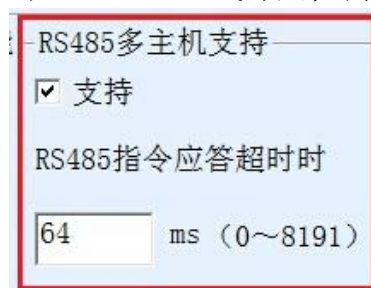
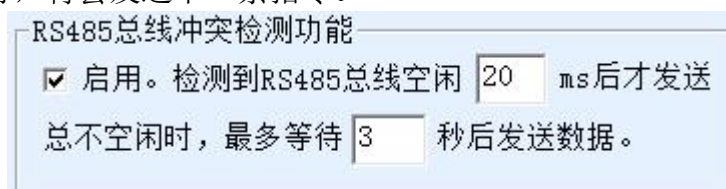

图 31 RS485 多主机支持
图 32 RS485 防冲突空闲时间
1. 图 32 所示为“RS485 总线防冲突时间”，一般可以设置为参数配置界面右下角的“数据包间隔”的两倍，但是最小不能小于 20。
2. 图 31 所示为“RS485 指令应答超时时间”，一般根据来回应答的指令长度决定，如果发送指令为 N 字节，应答为 M 字节，那么建议设置的值为：“数据包间隔” $\times (N+M+5) + 100$ 。
此时需要注意的是需要将图 32 所示为“RS485 总线防冲突时间”和图 31 所示为“RS485 指令应答超时时间”的两个勾去掉。否则无法实现上述转发功能。